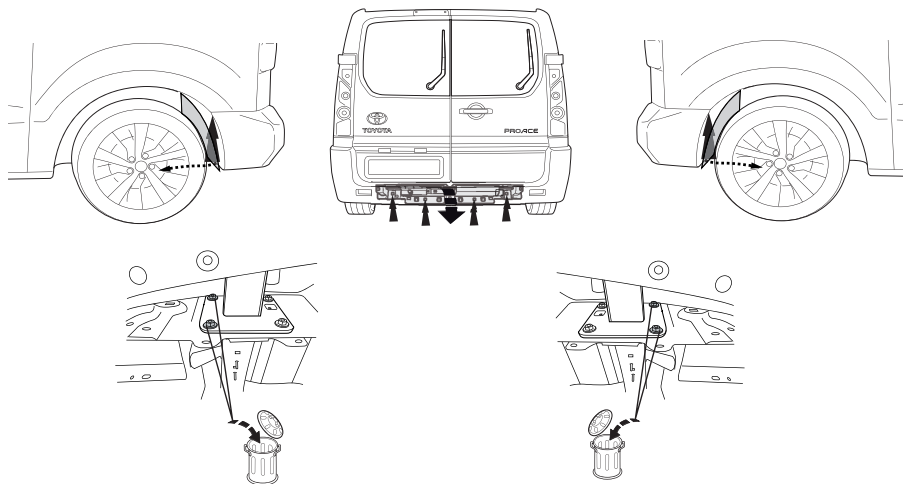

Fig. 1
1. Снять указанные детали. См. рисунок 1; 1а.